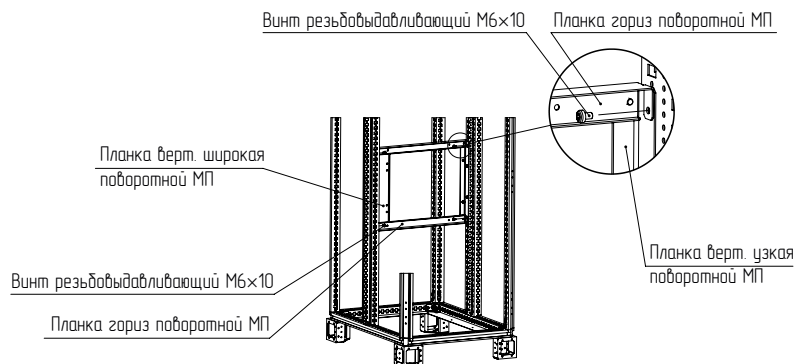

Рисунок 120
4.38.7 Закрепить планки горизонтальные поворотной МП винтами М6×10 (рисунок 120). Момент затяжки – 7 Н·м